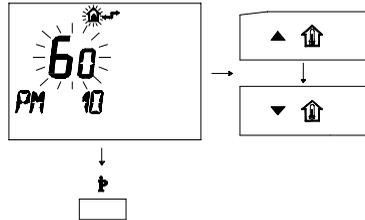

fig. 5.30
- 4 Per modificare il **SET** programmato agire sui pulsanti  o  e aspettare che il numero programmato cominci a lampeggiare (fig. 5.30)